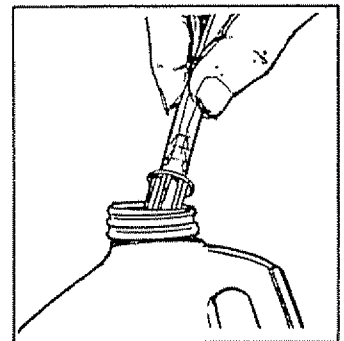

FIG. 11
- Coloque el filtro pequeño del tubo transparente succionador de detergente en el recipiente del detergente (Fig. 11).